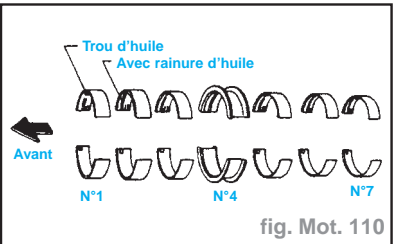

fig. Mot. 110
- Mettre les paliers principaux à leur place sur le bloc-cylindres et sur le chapeau de palier principal (fig. Mot. 110).